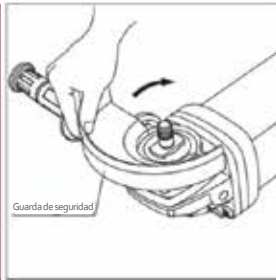

IMAGEN2
- Escudo protector del disco de esmeril: por favor apunte el extremo convexo del protector del disco de esmeril a la ranura de la boca de la cubierta frontal y después gire el cuerpo protector a 180 grados. (Imagen 2)